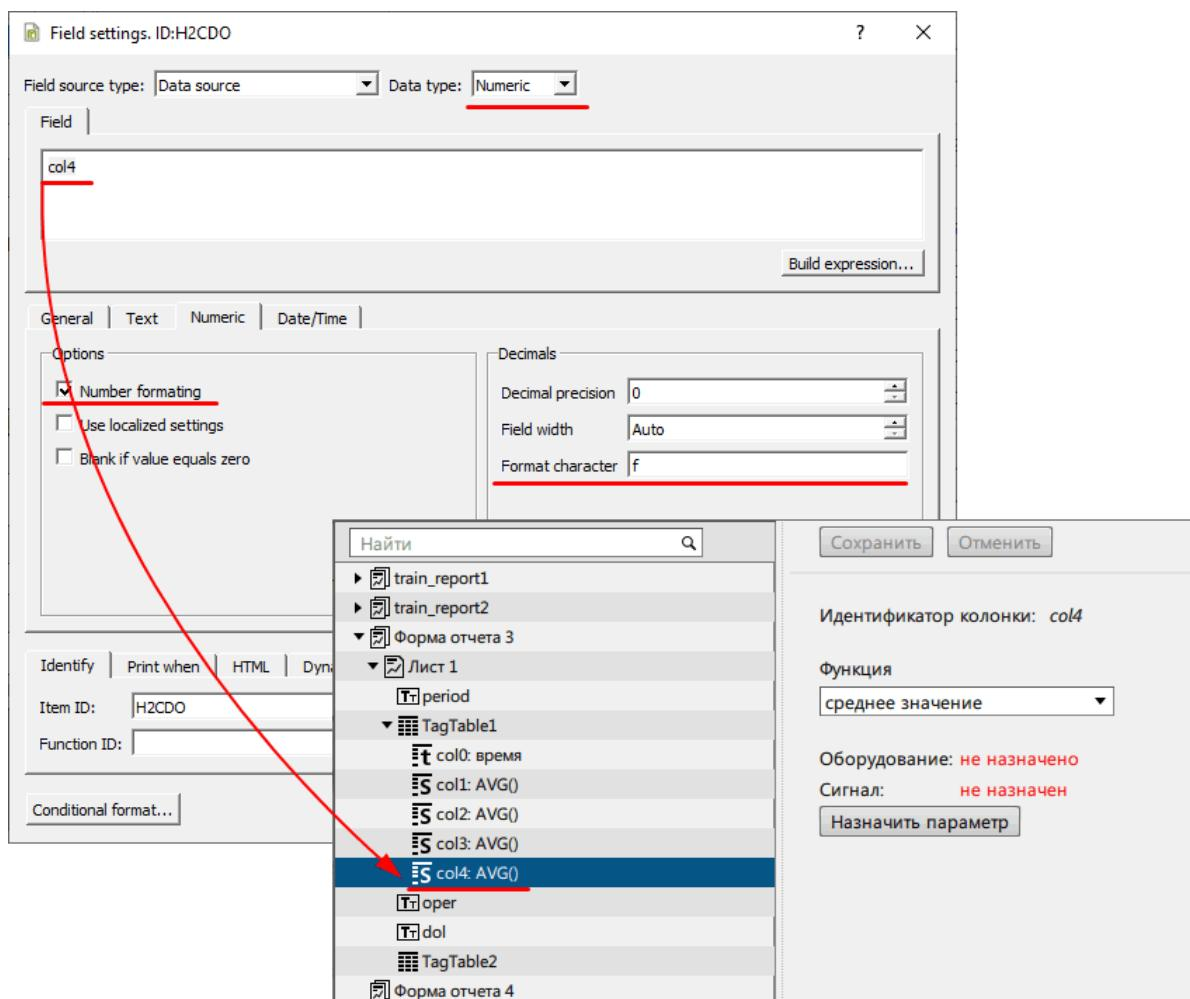

Рисунок 330 - Настройка табличных данных
- Впишите наименование колонки, как в настройках отчетов Redkit Configurator, если добавляете таблицу измерений (Рисунок 330). Если добавляете таблицу журналов, то номер колонки соответствует колонкам журнала (Таблица 76).